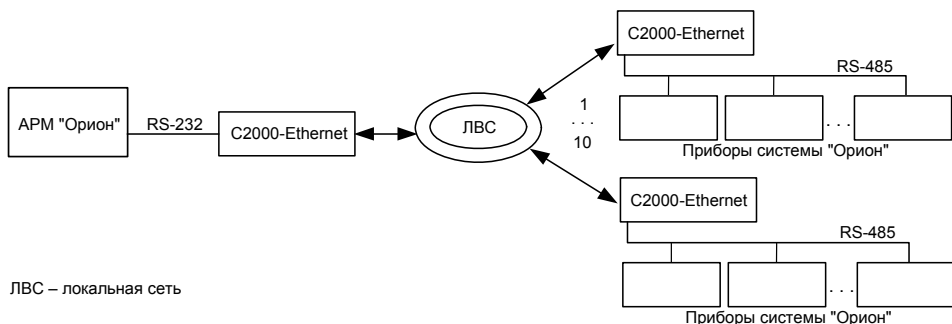
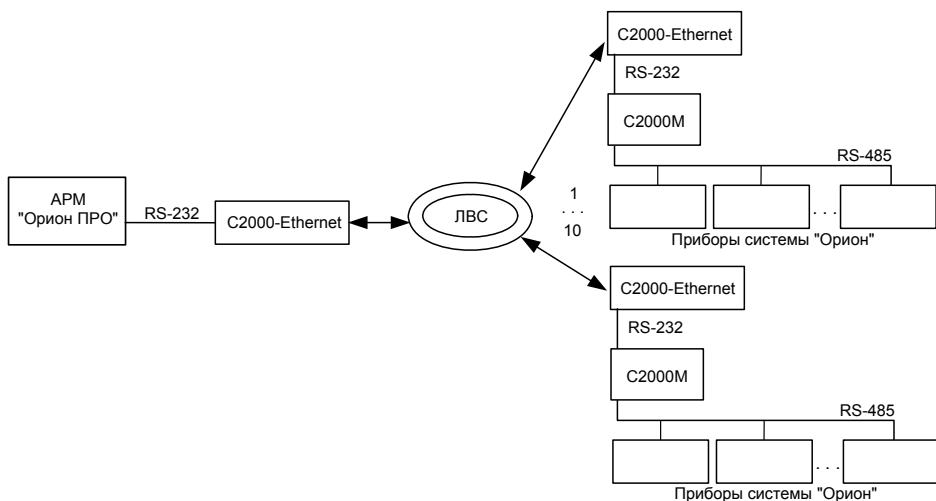
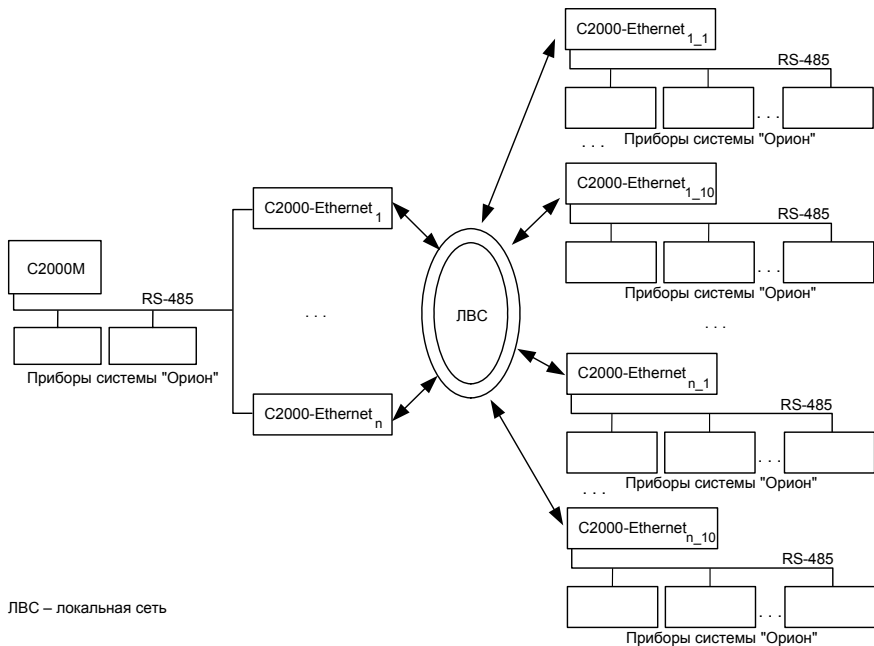
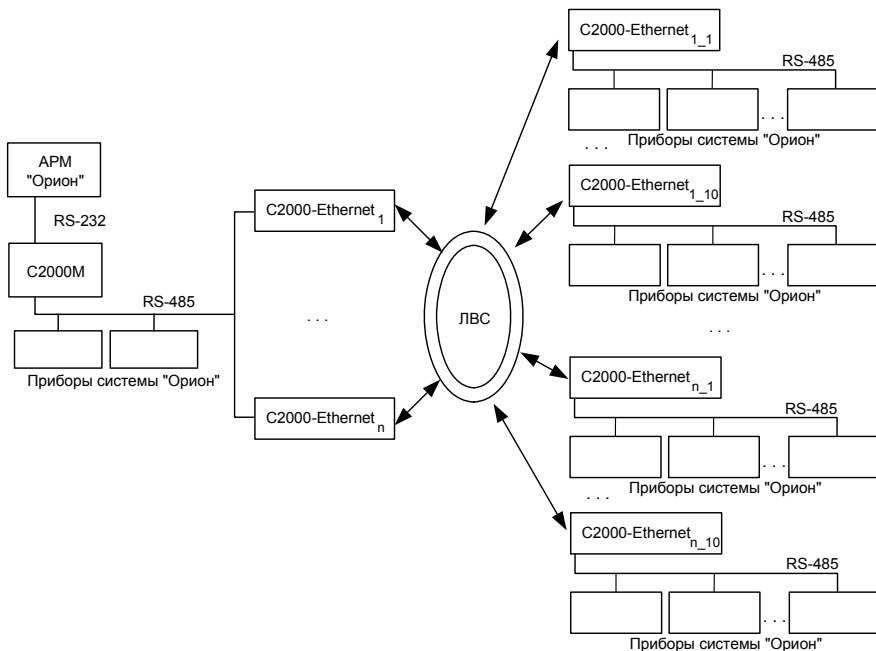

Рисунок 2 Типовая схема использования "C2000-Ethernet" с АРМ "Орион"
Рисунок 3 Типовая схема использования "C2000-Ethernet" с АРМ "Орион Про"
Рисунок 4 Типовая схема использования "C2000-Ethernet" с "C2000M"
Рисунок 5 Типовая схема использования "C2000-Ethernet" с АРМ "Орион" и "C2000M"
- 1) все приборы работают в "прозрачном режиме" (Рис. 2, Рис. 3, Рис. 4, Рис. 5);
К пульту "C2000М" можно подключить неограниченное количество "C2000-Ethernet", каждый из которых будет осуществлять ретрансляцию данных по локальной сети на свои удаленные "C2000-Ethernet" (Рис. 5).
Введите IP-адреса "C2000-Ethernet", на которые будет осуществляться ретрансляция данных по локальной сети. Например, в "режиме с сохранением событий" для "C2000-Ethernet-Slave" – это IP-адреса всех удаленных "C2000-Ethernet-Master", для "C2000-Ethernet-Master" – это IP-адрес "C2000-Ethernet-Slave" (для наглядности см. Рис. 2, Рис. 4, Рис.5). **Внимание! В конфигурации "C2000-Ethernet-Master" IP-адрес "C2000-Ethernet-Slave" должен располагаться обязательно в первой записи таблицы маршрутизации.**